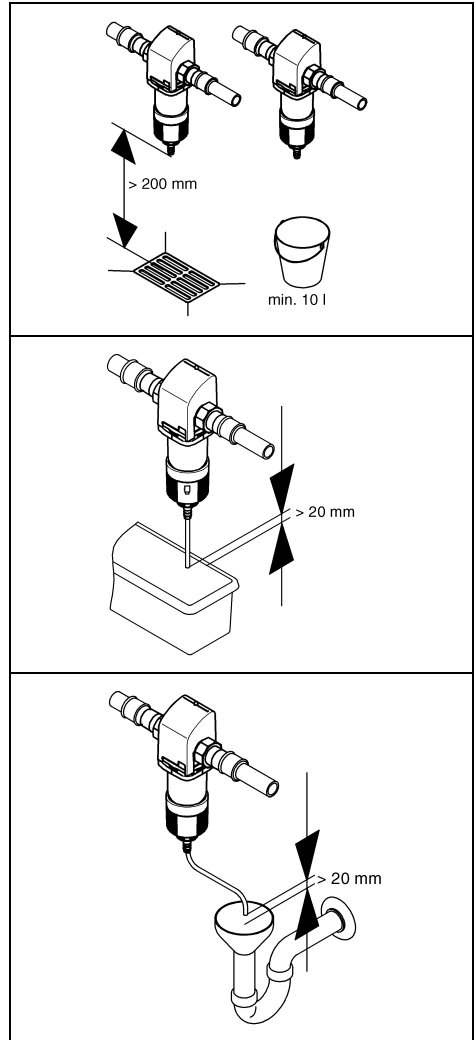

Fig. 4: Possibilités d'évacuation de l'eau de rétro-lavage
L'eau de rétro-lavage exige un écoulement d'eau chargée suffisamment dimensionné (par exemple évacuation au sol) selon DIN 1986. En l'absence d'un raccordement aux égouts, vous pouvez utiliser un seau de taille appropriée (cf. fig. 4).
- Si le seau est rempli à moitié, il faut achever l'opération de rétro-lavage. Sinon, le seau risque de déborder. C'est pourquoi il faut que le seau soit suffisamment dimensionné (cf. fig. 4) et le rétro-lavage devrait être réalisé rapidement.